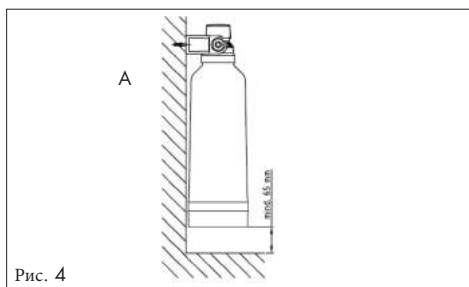

Рис. 4
2. Фильтрсистема может быть установлена и эксплуатироваться в вертикальном положении (см.рис. 4).